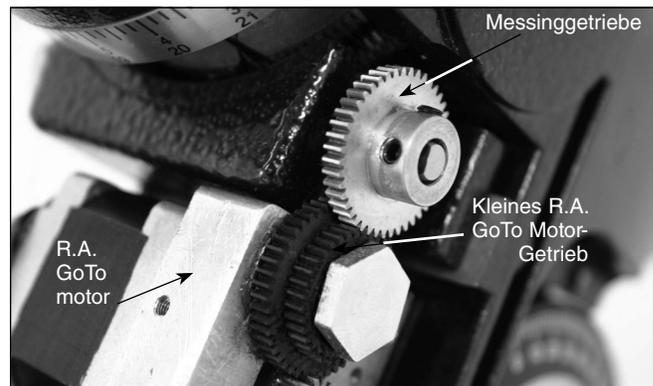

Abbildung 6. Richtig miteinander verzahnte Zahnräder (RA)
5. Stellen Sie sicher, dass die Zähne des **kleineren** Motorbaugruppengetriebes korrekt mit den Zähnen des Messinggetriebes ineinandergreifen (**Abbildung 6**). Stellen